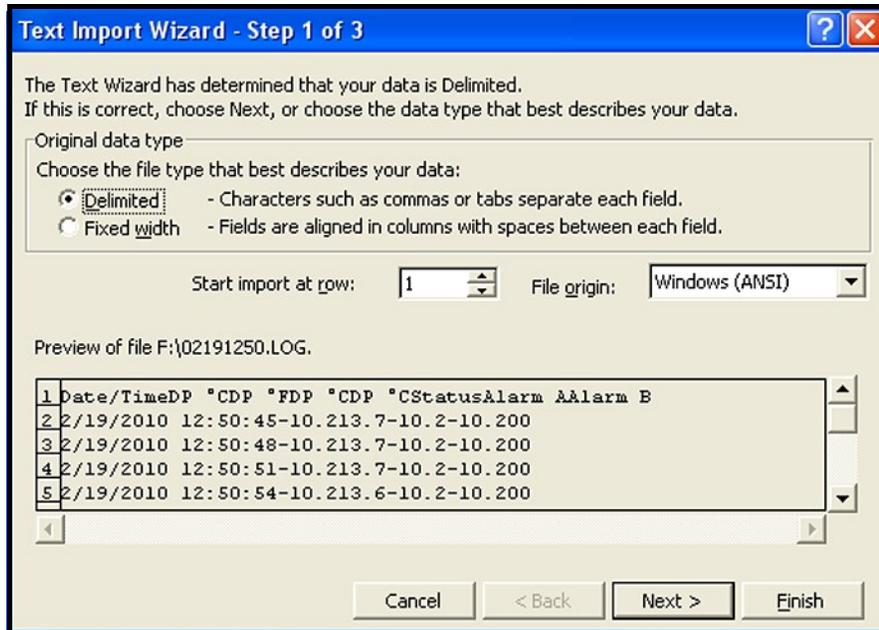

Figura 59: Asistente para importación de Microsoft Excel - Paso 1
1. Asegúrese de que el tipo de archivo se configure como "Todos los tipos" y abra el archivo de registro seleccionado haciendo doble clic en el nombre de archivo. Se abre una ventana similar a la que aparece en la *Figura 59* a continuación.